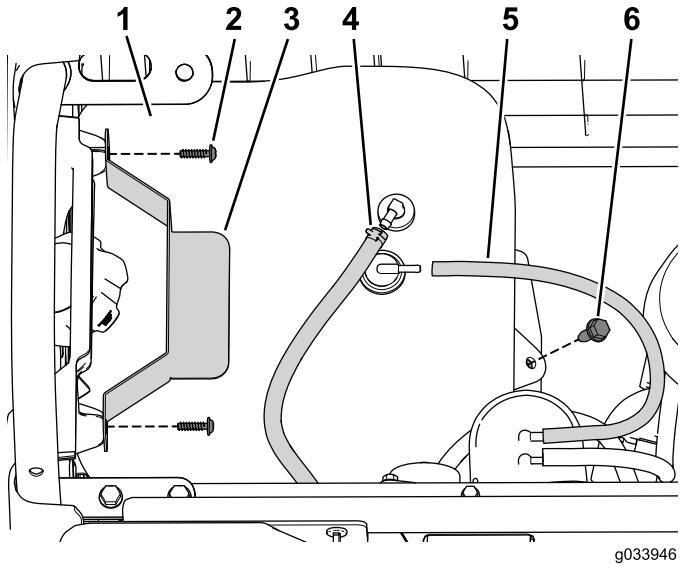

图8
- 从油箱上断开通气管和燃油管线 图8。
- 卸下将压紧装置固定到左侧板上的 2 个螺丝然后取下压紧装置 图8。
- 拧下将油箱固定到油箱托盘上的凸缘螺栓然后取下油箱 图8。